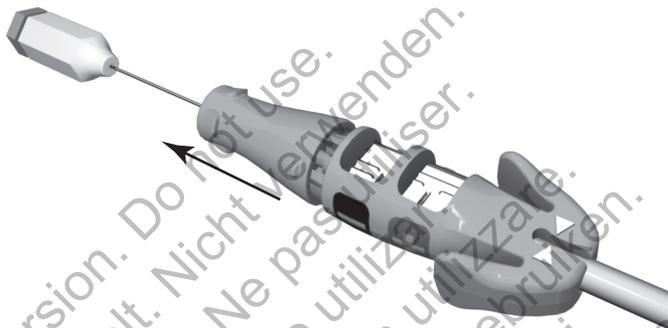

Figura 5. Botão da ferramenta do conector desengatado
3. Solte o botão de fixação do pino do terminal antes de introduzir o electrocatéter na veia (Figura 5 na página 18).